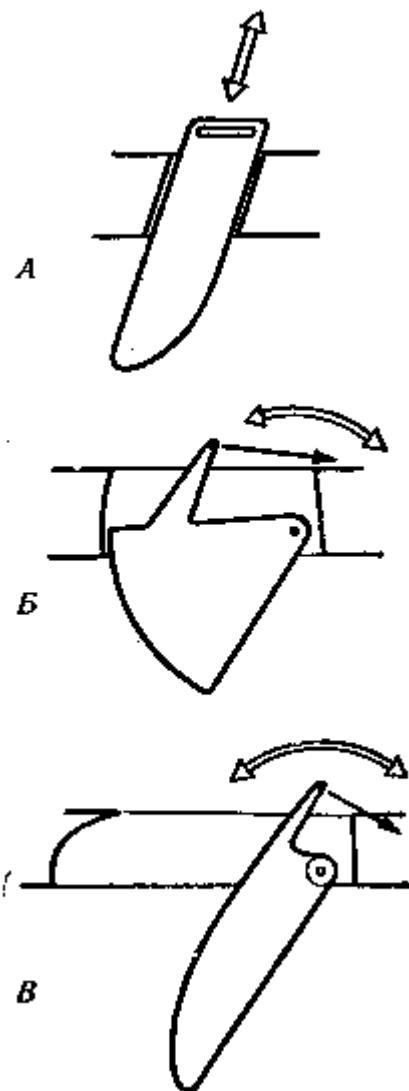

Рис. 33. Типы швертов:
**Кинжалальный шверт** (рис. 33, а) вставляется в швертовый колодец, как кинжал в ножны, и передвигается в нем поступательно. Кинжалальные шверты неудобны тем, что при задевании за мель их заклинивает в колодце.
**Секторный шверт** (рис. 33, б) имеет то преимущество, что при опускании его швертовая щель остается закрытой телом шверта, а за прямым швертом (рис. 33, в), когда он опущен, остается открытой швертовая щель, создающая добавочное сопротивление корпуса. С другой стороны, когда секторный шверт выбран, он сильно выходит за пределы колодца и
Для усиления эффекта перемещения центра бокового сопротивления применяют узкие, длинные, так называемые мечевидные шверты (рис. 33, в). Ими снабжено большинство современных швертботов. Часто для